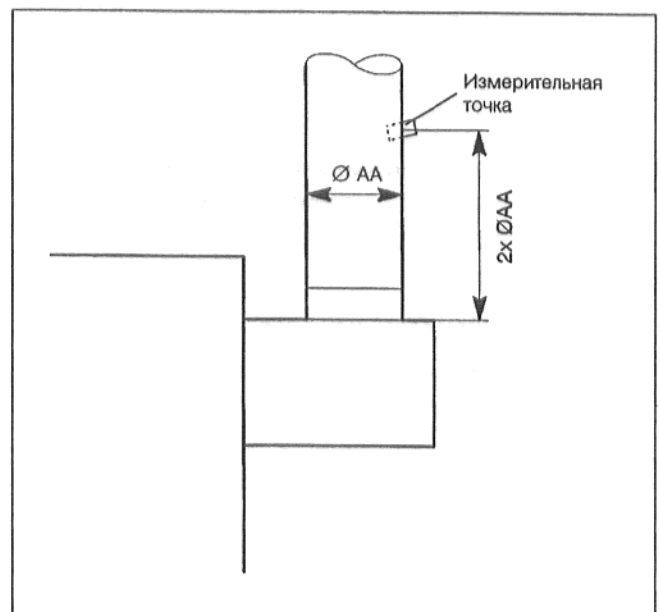

Рис. 30: Точка измерения в трубе отходящего газа
- Выполнить в трубе отходящего газа отверстие на расстоянии прилб. $2 \times \text{Ø AA}$ за предохранителем потока на стороне, обращенной от котла (Рис. 30).